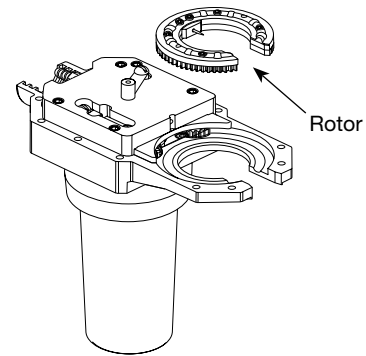

Abbildung 33 Entfernen des Rotors
7. Den Rotor von der Motorenhälfte des Schweißkopfgehäuses entfernen. Siehe Abbildung 33.